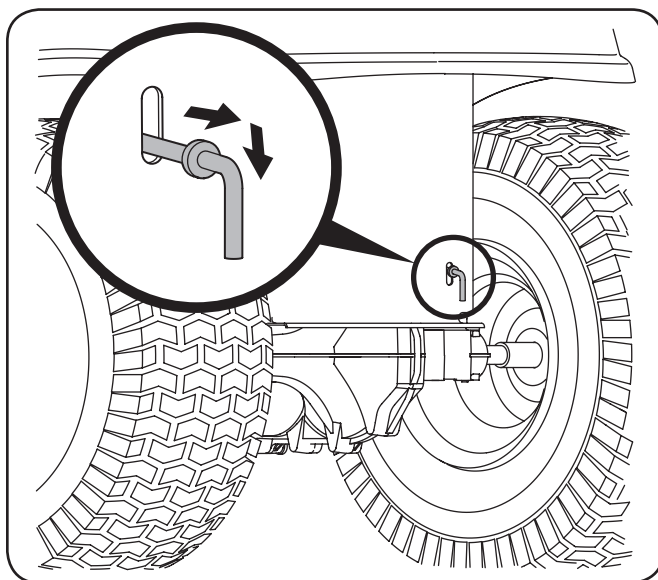

Figura 3-1
1. Busque la barra de transmisión de circunvalación en la parte trasera del tractor. Ver Figura 3-1.